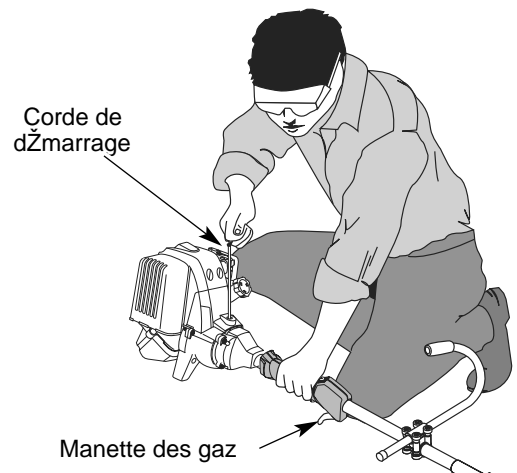

Fig. 22
**AVERTISSEMENT:** Évitez tout démarrage accidentel. Tenez-vous en position de démarrage lorsque vous tirez sur la corde de démarrage (Fig. 22). L'opérateur et l'appareil doivent tous deux être en position stable pour éviter des blessures graves. Vérifiez la bonne installation de l'accessoire avant le démarrage de l'appareil.
4. Levez-vous en position de départ et n'appuyez pas sur la manette des gaz (Fig. 22). Tirez sèchement sur le cordon de démarrage jusqu'à 5 ± 10 fois.